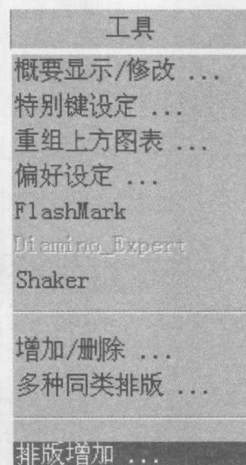

图 1-12
(4) 【工具】制定和修改排版参数要求，如图 1-12 所示。